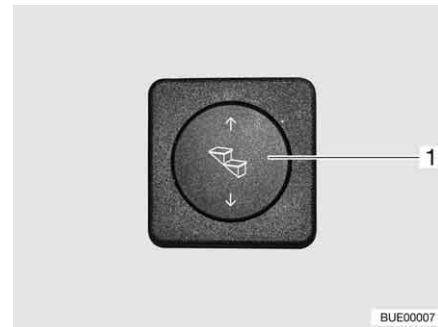

Bild 9 Bedienschalter Eintrittstufe
- Wippschalter (Bild 9,1) unten drücken und gedrückt halten (mindestens 3 Sekunden), bis die Eintrittstufe vollständig ausgefahren ist.
- Wippschalter (Bild 9,1) oben drücken, bis die Eintrittstufe vollständig eingefahren ist.